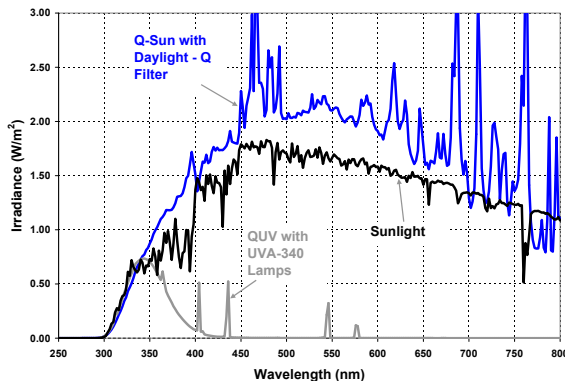

Figura 1- Equipamentos Q-SUN e QUV vs Luz do Sol
O Q-SUN (arco de xenônio) e QUV (UV fluorescente) são os equipamentos de intemperismo acelerado mais comumente utilizados. Os dois equipamentos são baseados em duas abordagens completamente diferentes. A câmara de teste de xenon reproduz o espectro da luz do sol por completo, incluindo ultravioleta (UV), luz visível e infravermelha (IR). O arco de xenônio é essencialmente uma tentativa de simular apenas a luz do sol, de 295 nm - 800 nm (ver Figura 1 abaixo).
O Equipamento de Intemperismo Acelerado QUV, por outro lado não tenta reproduzir a luz solar, apenas os efeitos prejudiciais da luz do sol que podem ocorrer de 300 nm - 400 nm. Ele é baseado no conceito de que, para materiais duráveis expostos na natureza, UV de ondas curtas causam a maioria dos danos do intemperismo. (Figura 1).